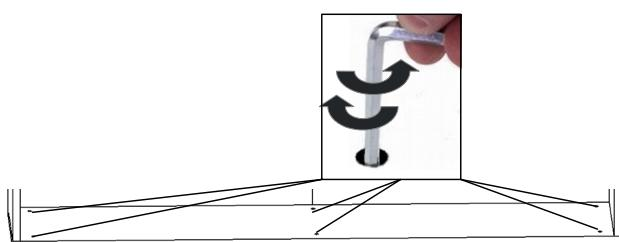
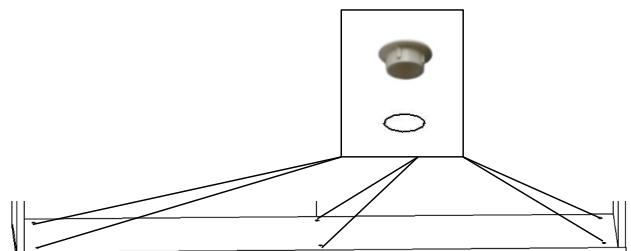

Рис.1.2.1
Рис.1.2.2
5) Поднять собранный короб в вертикальное положение. Придвинуть короб кровати вплотную к стене, к которой планировалась его окончательная установка. Приставить вертикально внутри короба кровати строительный уровень. Ориентируясь на его показания, с помощью вращения с помощью ключа Г-образного 4 мм регулируемых опор поз.48, добиться вертикальности боковых панелей поз.41,42 и касания пола всеми опорами регулируемыми поз.48 (см.рис.1.2.1). Отверстия, которые видны внутри короба, закрыть заглушками поз. 48В (см.рис.1.2.2).